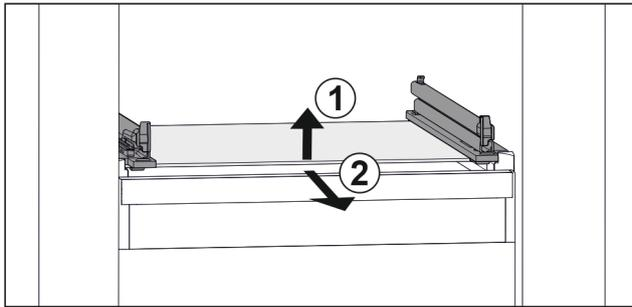

Fig. 65 Beispielhafte Darstellung der Glasplatte
- Glasplatte vorne anheben. Fig. 65 (1)
- Glasplatte nach vorne entnehmen. Fig. 65 (2)